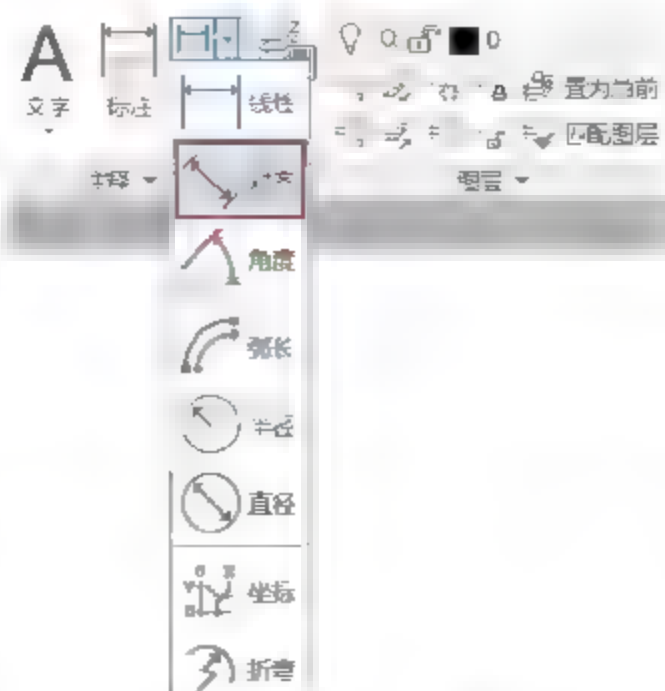

图5-59 单击按钮
- 【默认】选项卡：在【默认】选项卡中，单击【注释】面板中的【对齐】按钮，如图5-59所示。